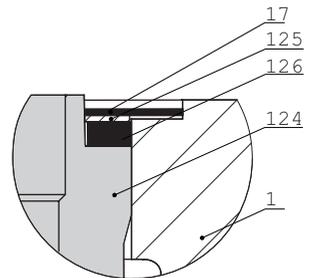

Рис.9-5: Прокладка (17)
7. Вставьте новую прокладку (17) в паз фиксатора седла (124) и корпуса (1), см. Рис.9-5).
8. Установите раму (60), верхнюю часть (2) и плунжер со штоком (5) на корпус (1). Убедитесь, что отверстие фиксатора седла (124) обращено к выходу клапана.